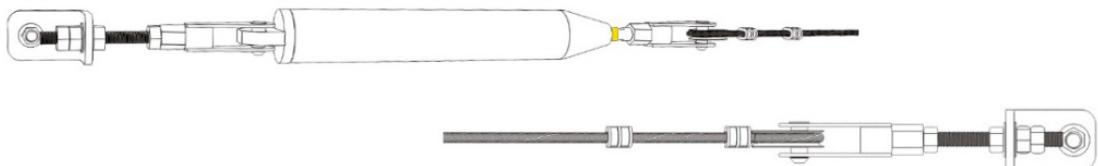

Рисунок 14
Величина натяжения каната ЛИНИИ в свободном состоянии должна находиться в пределах от 1,5 kN до 5 kN, что достигается натяжением до момента появления жёлтого индикатора на амортизаторе НС 1008 или установки индикатора натяжения на амортизаторе НС 1009 между метками min и max [**рисунок 14 и 15**].
- появление жёлтого индикатора на штоке амортизатора НС 1008 [рисунок 14],